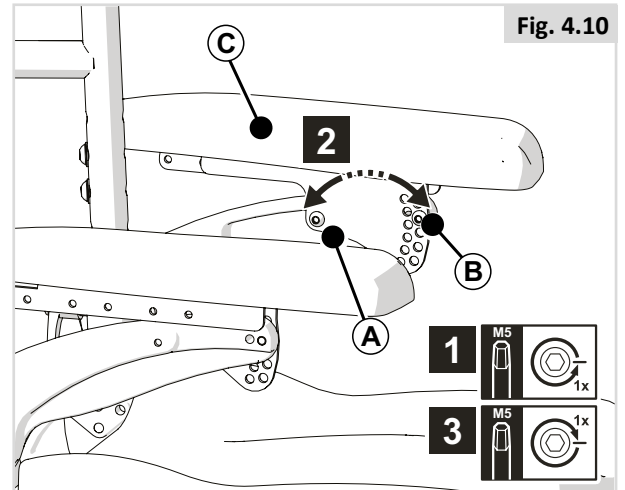

Fig. 4.10
#### PARTE 2 (Fig. 4.10)
Para alcanzar el tornillo trasero en las alturas más bajas del reposabrazos, afloje los tornillos (A) de la Fig. 4.10 y ajuste el ángulo del almohadillado.